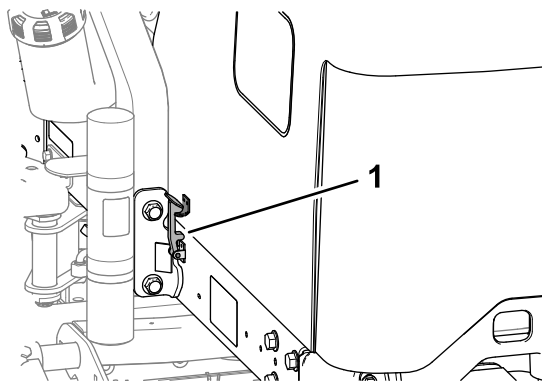

Bild 43
2. Klappen Sie die Motorhaube nach oben und hinten (Bild 43).